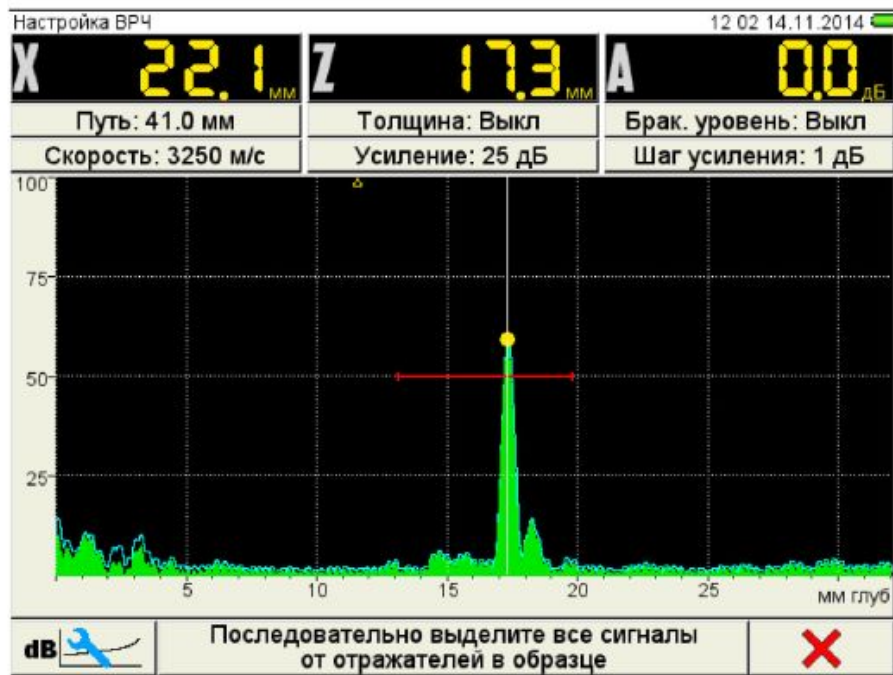

Рисунок 20
– повторить процедуру создания узловой точки для дальнего отражателя (рисунок 20).